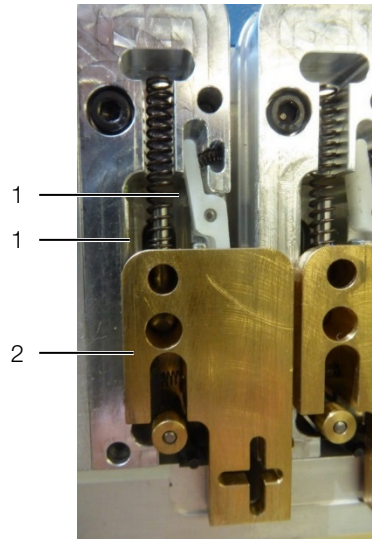

Imagen 23: Unidad de transporte
- Aplique muy poco aceite sobre el aluminio de ambos lados (imagen 23, pos. 1) de la ranura.
- Deslice el pasador de latón (imagen 23, pos. 2) hacia arriba y abajo, para distribuir el aceite.